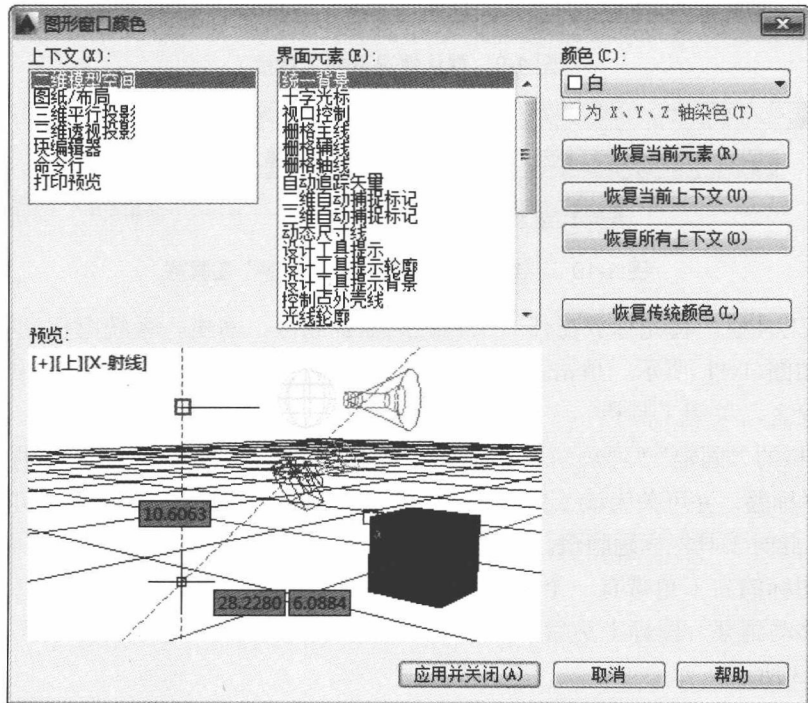

图 1-8 “图形窗口颜色”对话框
① 选择“工具”→“选项”命令，打开“选项”对话框，选择“显示”选项卡，单击“窗口元素”区域中的“颜色”按钮，将打开如图 1-8 所示的“图形窗口颜色”对话框。